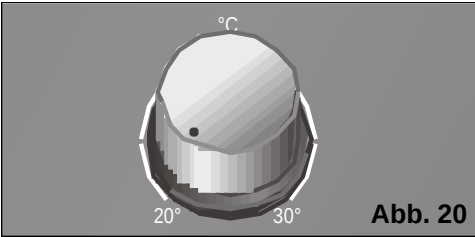

Abb. 20
- ☐ Stellen Sie den Thermostat auf die niedrigste Temperatur ein, **Abb. 20**.